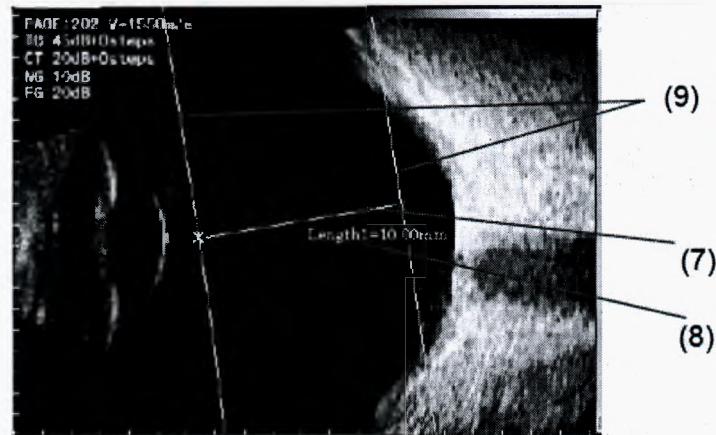

Рис. 2
- 1) Выберите объект измерения среди кнопок "Measurement Target Selection" (1).
- 3) Прикосновение к точке изображения на дисплее перемещает активный калипер в данную точку, автоматически рассчитывая расстояние между точками, результат сразу же выводится на дисплее. Также вы можете передвинуть активный калипер при помощи кнопок перемещения курсора (2).
- 4) Чтобы переключить активный калипер коснитесь кнопки "SW-C" (3), при этом ранее неактивный калипер становится активным.
- 5) Линия между метками калипера (7) проводится между точками калипера и скрывается каждый раз при касании кнопки "Line" (4) (Рис. 2).
- 6) На изображение выводится название результата измерения (8) и скрывается каждый раз при касании кнопки "Line Name" (5).
- 7) Прикосновение к кнопке "Perpendicular Line" (6) выводит на дисплей две линии (9) каждая из которых пересекает одну из меток калипера и располагаются перпендикулярно к линии, пересекающей метки калипера. Новое прикосновение к кнопке "Perpendicular Line" скрывает перпендикулярные линии.
(Fig. 2)